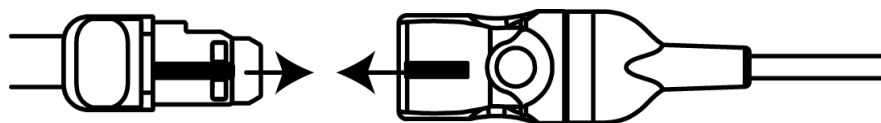

Figure 13-13 Connexion d'un capteur au connecteur du câble du capteur
- 3 Placer le connecteur du capteur en face du connecteur du câble destiné au capteur et aligner les repères figurant sur chacun d'entre eux (figure 13-13).